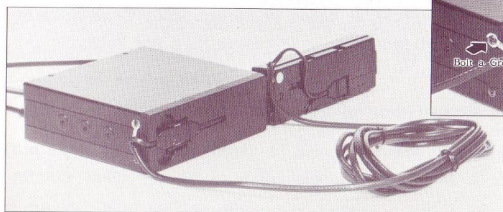

Figure 7.
- (4) Acople los conectores al cuerpo principal presionandoles en cada extremo, en sus emplazamientos del Panel ciego y del respaldo del Controlador. Fig.7.